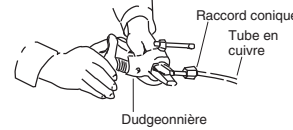

Fig. 7-3
- Faire un évasement à l'extrémité du tube en cuivre avec un outil d'évasement. (Fig. 7-3)